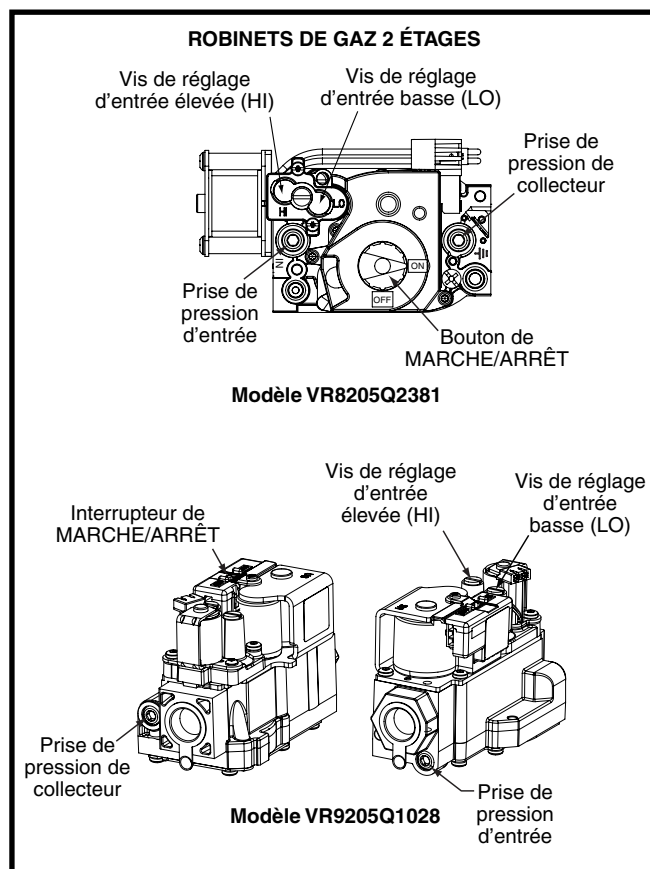

Figure 25. Vis de réglage d'entrée HI et LO (élevé et faible)
- c. Au moyen d'une clé hexagonale, tourner la vis de réglage d'entrée « LO » (faible) du côté « LO » du régulateur pour ajuster le réglage de débit réduit ou tourner la vis de réglage d'entrée « HI » (élevé) du côté « HI » du régulateur pour définir le réglage de plein débit. Consulter la Figure 25 \(page 27\).